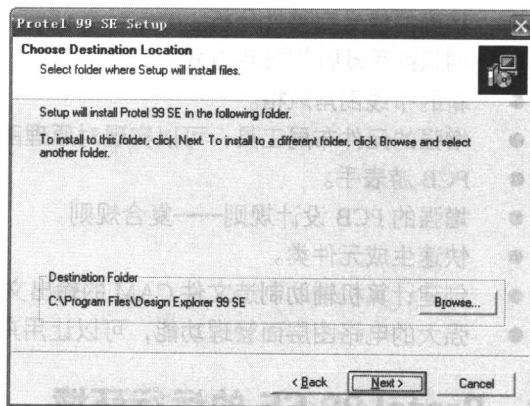

图 1-3 Protel 99 SE 的安装路径
(3) 单击 **Next >** 按钮, 弹出如图 1-3 所示的选择安装路径对话框, 在对话框中用户可以选择有足够硬盘空间的安装路径。